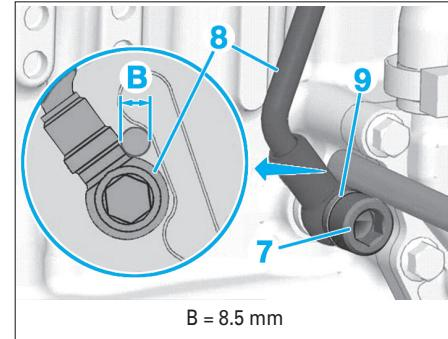

Fig. 42
- Serrer la vis supérieure (7) à  $3 \pm 0,45$  daN.m en maintenant le raccord avec la pique.
- Mettre en place une pique de diamètre "B" = 8,5 mm à l'horizontale (Comme indiqué ci-dessus) (Fig.42)